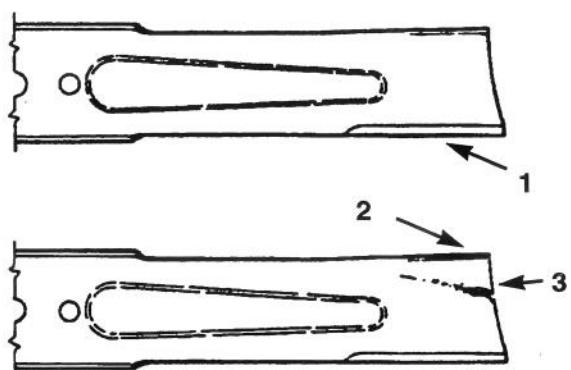

Figure 23
- Examiner les arêtes tranchantes (Fig. 23). Si elles sont émoussées ou ébréchées, déposer la/les lame(s) et la/les affûter; se reporter à la section *Affûtage de la/des lame(s)*.
- Examiner la/les lame(s), en particulier la zone courbe (Fig. 23). Remplacer la lame au moindre signe de dégât, d'usure ou si une fissure se forme à cet endroit (Fig. 23).